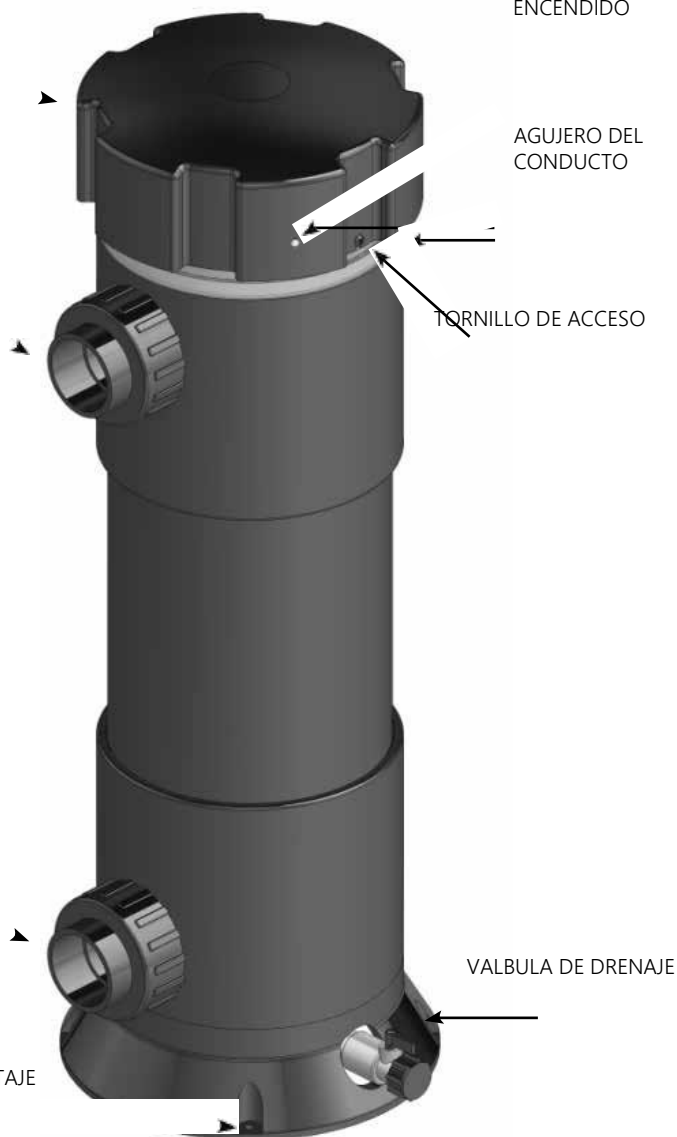

Figura 1: Visión de Conjunto
2. Ubique la válvula de drenaje (consulte la Figura 1), retire la tapa y abra la válvula para drenar completamente el agua del UV-C 50. Si es necesario, afloje el accesorio de unión superior (salida de agua) para facilitar el drenaje.